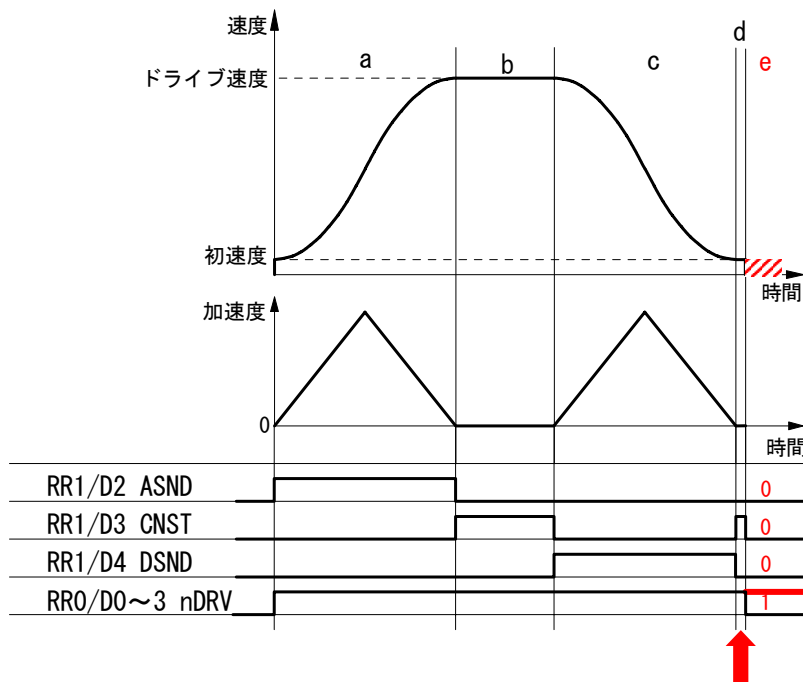

図3 RR1レジスタが示す加減速状態
I Cの RR1 レジスタからは、加速中(ASND)、定速中(CNST)、減速中(DSND)の加減速状態を読み取ることができますが、この時の加減速状態は次の図3 ようになります。
減速停止要求が入ると不具合が発生する可能性がある区間は図3中dの区間で、この時の加減速状態は定速(CNST=1)を示しています。また不具合（連続してパルスを出す）が発生した場合には、ドライブ中(RR0/nDRV=1)にもかかわらず、ASND,CNST,DSNDはいずれも0となります。
基本的には減速が始まったら、減速停止をさせる必要がないわけですから、減速停止命令(26h)の発行を禁止するようにします。減速中であることを知るには通常 nRR1/D4(DSND)を見ますが、図3に示すように、減速停止命令を書くと不具合が発生するのは図3中dの区間です。この区間ではDSNDビットは0になりCNSTビットが1になります。従って、回避策として次の2つの方法を提案させていただきます。
減速停止をかけたい区間は加速時及び定速時(図3のaとb)ですが、図3に示すように、不具合を起こす区間dも定速区間bと同じ定速状態を示します。しかし現在速度に違いがあり定速区間bでは設定ドライブ速度に近く、不具合を起こす区間dでは初速度に近い値です。従って、ドライブ開始前に初速度とドライブ速度の中間の速度を判定速度 $((\text{ドライブ速度} - \text{初速度})/2 + \text{初速度})$ として求めておき、ドライブ中減速停止命令を発行する時には、加速中(ASND=1)または定速中(CNST=1)で且つ現在速度 $\geq$ 判定速度ならば減速停止命令を発行するようにします。
割り込みの発生要因として、図 3 に示す S 字加減速の定速域(b 区間)終了を設定することができます。しかしこの割り込みは、図 3 に示すように、ドライブ終了間際に d 区間がある場合、すなわち終了間際に初速度に到達した場合、あるいは加速度が 0 になった場合にも発生します。不具合はドライブ終了間際に、速度が初速度に到達しないで加速度が 0 に落ちた状態で、減速停止要求が発生すると起きますので、必ず d 区間が現れます。d 区間終了時の割り込み発生のタイミングで不具合か否かを判定する方法です。
- ① 定速域終了を確認します。ドライブしている軸の RR3/D5(C-END)ビットが 0 の場合は、他の割り込み要因ですので、こちらの割り込み処理を行ないます。
- ② 減速域に入ったか確認します。RR1/D4(DSND)=1 の場合は、図 3 の b 区間から c 区間にはいった時ですから、そのまま処理を終了します。=0 の場合は d 区間終了であること示していますので、③の処理に移ります。
- ③ ドライブの終了を確認します。もしドライブが終了していれば、d 区間も正常に終了したことなので、そのまま処理を終了します。ドライブが終了していない場合は、d 区間が終了したにもかかわらずドライブ状態であることですので、不具合が発生したことがほぼ確定できます。即停止命令をかける前に、次の④と⑤は安全のために確認します。
- ④ ハードリミットがオンしていることを確認します。RR1/D12,D13 ビットはそれぞれ+方向、一方向のリミットが作動すると 1 を示しますので、D12=1 または D13=1 ならば、進行方向のリミットがオンしたと判断します。
- ⑤ 不具合発生時には ASND=CNST=DSND=0 となるので、これを確認します。
- ⑥ 即停止命令を発行します。
(2) IC からの割り込みを使用しない場合
図 3 の d 区間において進行方向のリミットがアクティブになると不具合が発生します(正確には、まれに発生する場合があります)。これを事前に回避する方策はありませんので、不具合が発生したら直ちに停止させる方法を取ることになります。図 3 に示すように不具合が発生すると(e 区間)、ドライブ状態のまま(RR0/nDRV=1)、加減速状態は ASND、CNST、DSND とともに 0 になります。この状態は正常なドライブでは起きません。よって、次のような対策のための処理例を示します。